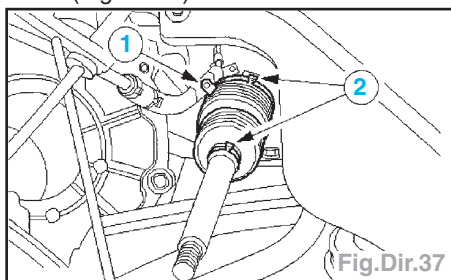

Fig.Dir.37
- Déposer le soufflet de boîtier de direction (Fig.Dir.37) :